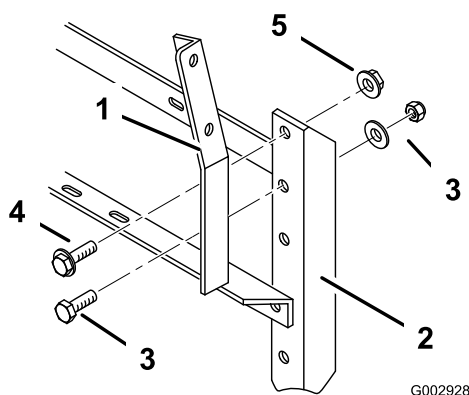

Figura 9
- Per le macchine con un numero seriale di 260000001 o superiore; o sulle macchine con barre coperte o prive di barre, montate la staffa di supporto della scatola di comando sul telaio della barra posteriore, a destra (Figura 9) utilizzando la bulloneria a corredo e un bullone a testa flangiata (1/2 x 1/2 inch) e un dado flangiato (1/2 pollice).